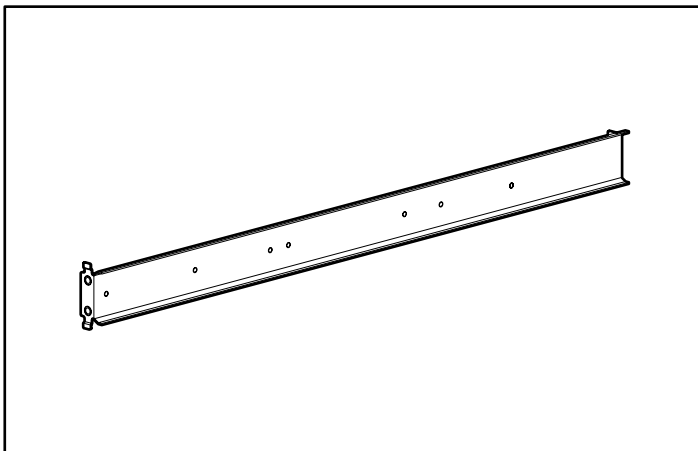
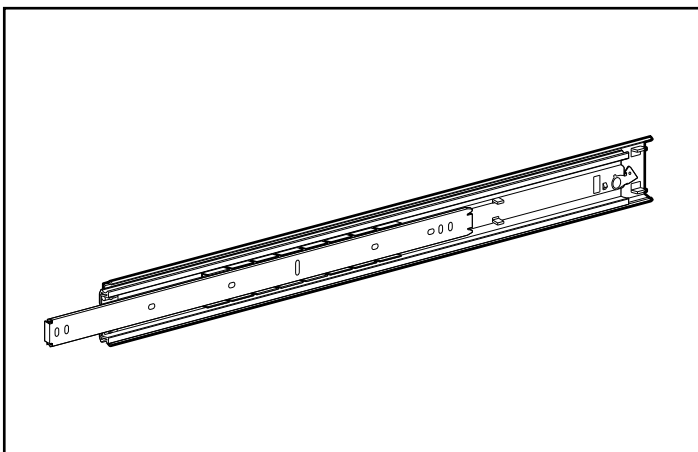

Figura 3-1: Staffa per il montaggio della guida
Figura 3-2: Gruppo guide di scorrimento (guida esterna della staffa e guida interna del componente)
- Una coppia di gruppi delle guide di scorrimento da 55 cm (22"), ciascuna composta da una guida della staffa e da un guida del componente. Le guide della staffa consentono di inserire le staffe di montaggio sul rack (vedere Figura 3-1) e le guide del componente vengono inserite nello chassis (vedere Figura 3-2).